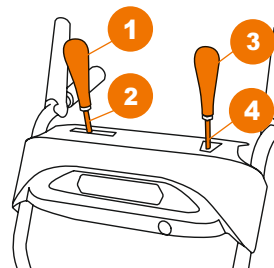

Рис. 5
ё Закрепите рукоятку рычага выбора передач (1) к штанге управления передачами (2) (Рис. 5).
ё Закрепите рукоятку рычага управления дальностью выброса (3) к рычагу управления выбросом (4) (Рис. 5).